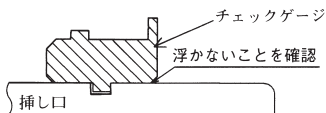

図66 溝深さの確認
- ①チェックゲージ（図66）を加工後の溝に入れて、挿し口全周にわたって浮かないことを確認する。チェックゲージが浮いた場合、溝が浅いので、再度溝切り加工を行う。